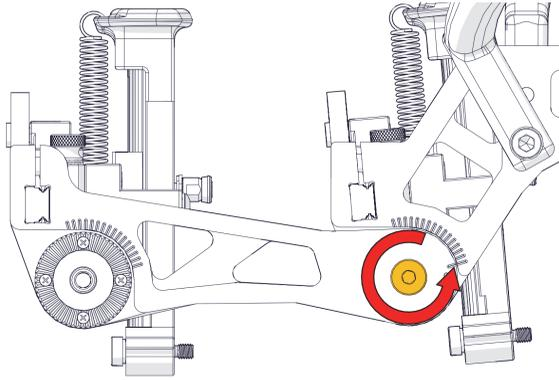

图1-54 松开撑臂的螺钉
1. 使用6毫米六角螺丝刀松开撑臂的螺钉（参见第63页的图1-54）。